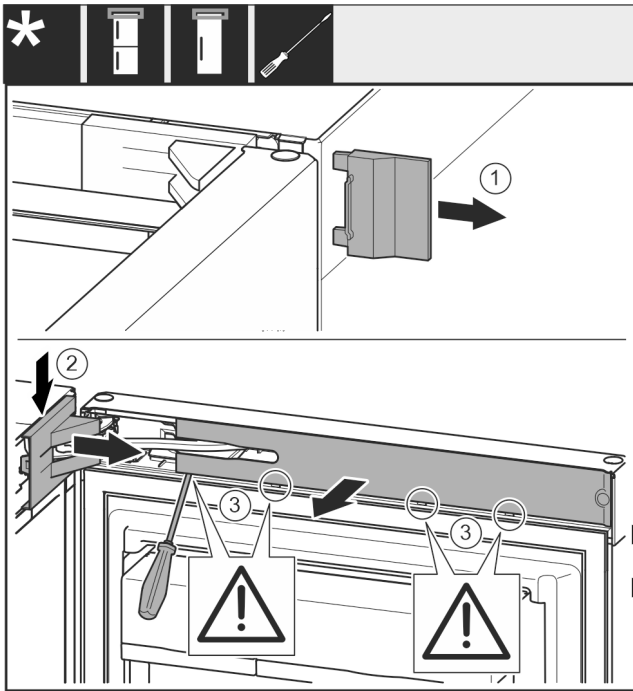

Fig. 5
- ▶ Hiqni kapakun mbulues të jashtëm. Fig. 5 (1)
- ▶ Nxirrni nga foleja kapakun mbulues të bazamentit mbështetës dhe lirojeni. Hiqni kapakun mbulues të bazamentit mbështetës. Fig. 5 (2)
- ▶ Nxirrni nga foleja shiritin mbulues me një kaçavidë dhe shtyjeni anash. Fig. 5 (3)